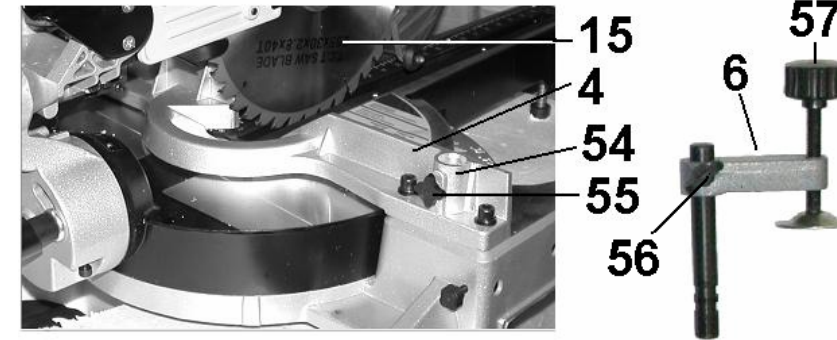

Рис. 14
11. УСТАНОВКА ОБРАБАТЫВАЕМОЙ ЗАГОТОВКИ (Рис.14)